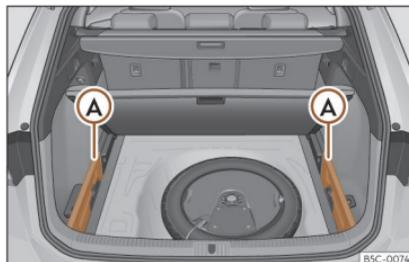

Fig. 121 En el maletero: alojamiento para guardar la bandeja enrollable.
- Extraiga las tapas izquierda y derecha »» fig. 121 .